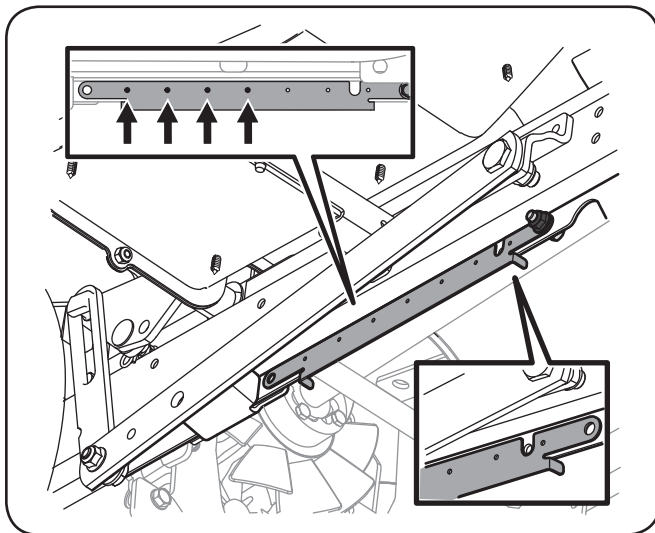

Figure 3-3
1. Pour installer les supports arrière du sous-châssis, utilisez le gabarit fourni pour percer d'autres trous. Fixez le gabarit sur le côté extérieur droit du châssis avec une vis hexagonale et un écrou autobloquant à bride. Voir Figure 3-3.
2. Utilisez une mèche de $\frac{1}{32}$ " pour percer quatre trous de $\frac{1}{8}$ ". Voir Figure 3-3.